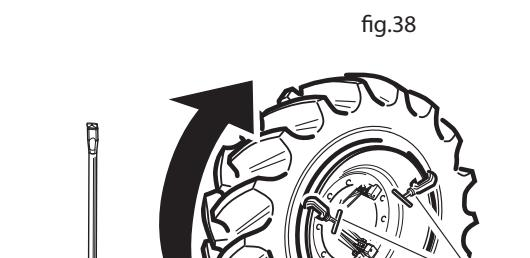

fig.38
N.B: Per la ruota particolarmente dura e bloccata sul cerchio si consiglia di utilizzare due "morselli di fissaggio" (27) (fig.38) disponibili a richiesta.
N.B: For particularly hard tyres and those tightly locked on the ring it is advisable to use the two special fixing clamps supplied on request (27, fig. 38).
N.B.: pour la roue particulièrement dure et bloquée sur la jante on conseille d'utiliser deux "étaux de fixation" (27) (fig.38) disponibles sur demande. Les étaux servent à bloquer la tringle sur la jante de façon à libérer, pendant l'opération de détalonnage du bord antérieur, la tringle du pneu également. Si la tringle ne se détachait pas, faire sortir le pneu avec la tringle attachée. Pour l'enlever il faut la fixer au mandrin de la machine comme si c'était une jante normale et l'enlever par l'arrière.
Beachten Sie bitte: Für besonders harte und auf dem Felgen blockierte Reifen empfehlen wir den Gebrauch von zwei "Fixierklemmen" (27) (Abb. 38), die auf Wunsch geliefert werden können. Diese Klemmen dienen zur Blockierung des kleinen Reifs auf dem Felgen, sodaß während des Wulstabdrückvorgangs des vorderen Rands auch der kleine Reif des Reifens freigemacht wird. Sollte der kleine Reif sich nicht lösen, den Reifen zusammen mit dem festhaftenden kleinen Reif heraustreten lassen. Um diesen zu entfernen, machen Sie ihn an der Gerätespindel fest, als handle es sich um einen normalen Felgen und drücken den Wulst hinterseitig ab.
N.B.: Para las ruedas particularmente duras y con bloqueo en llanta, es mejor emplear los especiales sujetadores suministrados opcionalmente (27) (Fig. 38). Estos deben bloquear el aro sobre la llanta de manera que durante las operaciones de destalonamiento del borde delantero se libere incluso el aro del neumático. En el caso de que los sujetadores no alcancen separar la llanta del neumático, sacar el neumático con el aro pegado. Para quitarlo hay que fijarlo al mandril de la máquina como si fuera una normal llanta y destalonarlo por atrás.